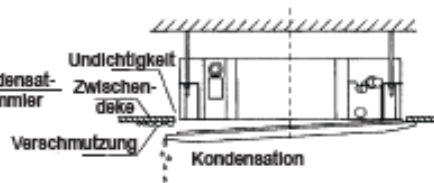

Abb. 13
- Wenn die Schrauben nicht richtig angezogen werden, können die in Abb. 13 beschriebenen Fehlfunktionen auftreten.